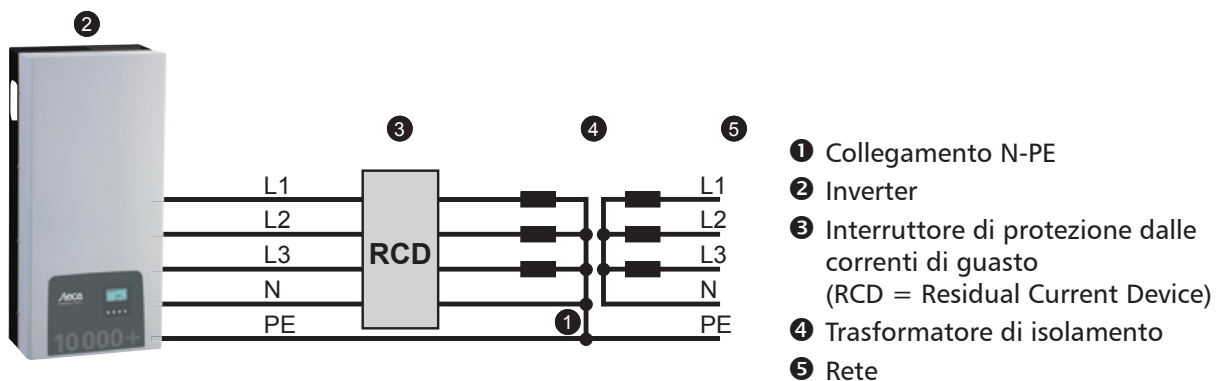

Fig. 8: Schema dei collegamenti del trasformatore di isolamento
- Qualora si renda necessario un trasformatore di isolamento questo deve essere collegato come illustrato in Fig. 8.
- Nello schema dei collegamenti rappresentato in Fig. 8, l'avvolgimento primario e quello secondario del trasformatore di isolamento non sono separati galvanicamente!
- Se il collegamento ❶ è assente il monitoraggio dell'isolamento dell'inverter non avviene in modo corretto.